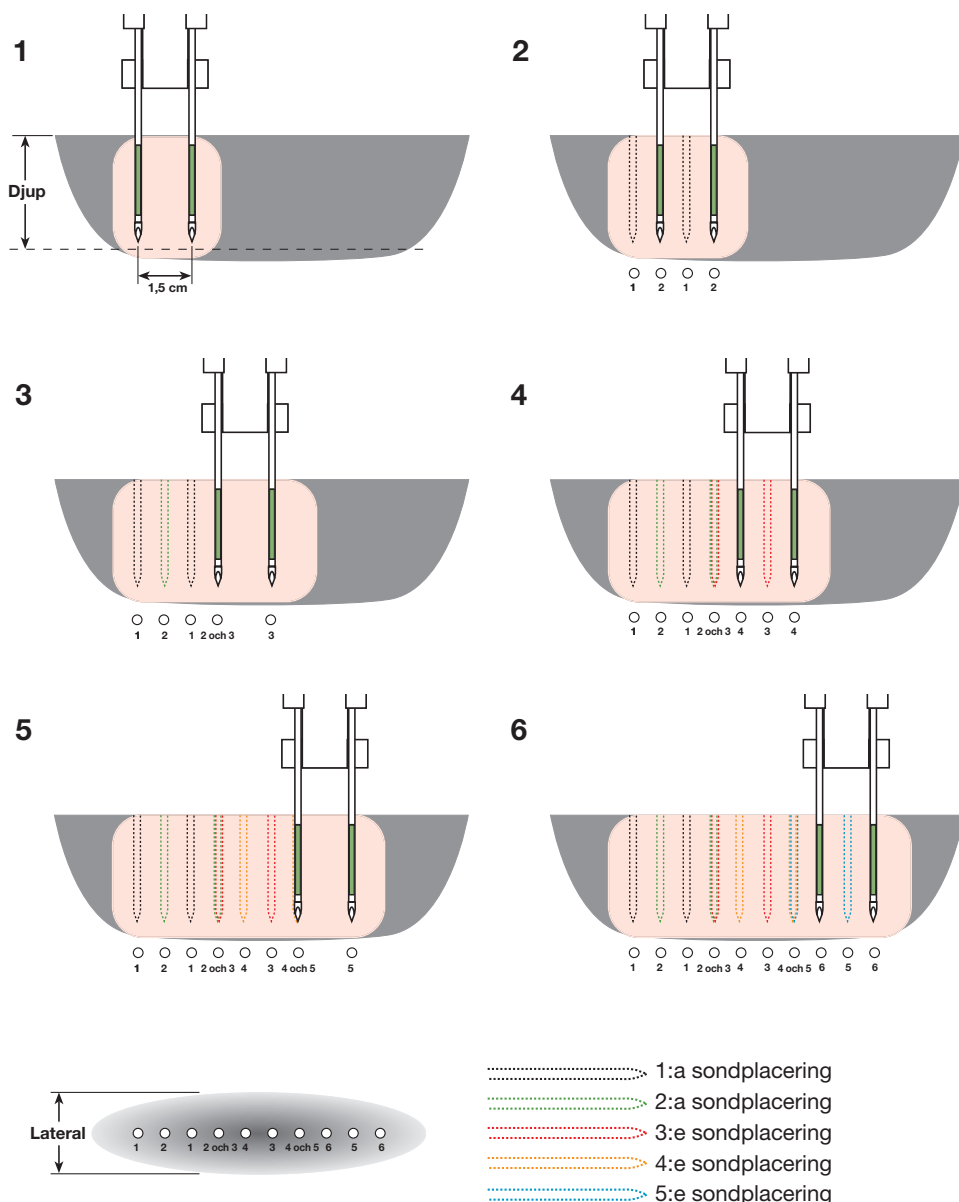

Bild 4-28: Sondplacering för plankoagulation med dubbelsond
3. Placera de två (2) NeuWave-ablationssönerna i den kirurgiska klämman. När den kirurgiska klämman används säkerställs både avståndet på 1,5 cm mellan sönerna och parallell sondplacering.
4. Använd bild 4-28 som en vägledning för sondplacering. Placera de två (2) sönerna i målvävnaden. Denna första placering kommer att motsvara de två sönerna märkta "1" i bild 4-28.
Viktigt: Var alltid noga med att vid placeringen föra in sönerna minst 1 mm förbi det helgröna området på sonden, enligt anvisningarna i bild 4-28. Om sönerna placeras på mindre djup kan ett reflekterat effektfel inträffa.
6. Ta bort sönerna från målvävnaden och flytta sönerna linjärt så att en sond är placerad mellan de koagulationszoner som skapades med den första sondplaceringen, vilket motsvarar sönerna märkta "2" i bild 4-28.
8. Ta bort sönerna från målvävnaden och flytta sönerna linjärt så att en sond placeras ungefär på samma plats som föregående placering och en sond placeras i ej koagulerad vävnad, vilket motsvarar sönerna märkta "3" i bild 4-28.
10. Fortsätt att flytta sonder och leverera effekt med bild 4-28 som vägledning.
11. Bild 4-28 visar placeringsriktlinjer för 6 olika sondplaceringar under proceduren. Samma mönster kan användas för procedurer som kräver ytterligare placeringar.